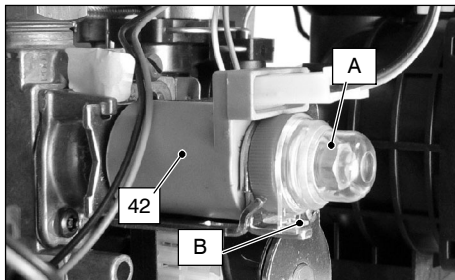

fig. 7.2
- 7 Rimuovere il cappuccio di protezione "A" dell'operatore modulante 42 in fig. 7.2 ruotandolo in senso orario per liberarlo dal fermo "B" e facendo leva con un cacciavite piatto nella scanalatura.
- 15 Rimontare il cappuccio di protezione "A" fig. 7.2